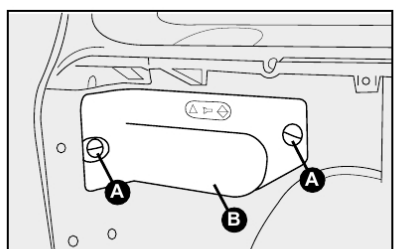

fig. 22
- Para Palio Weekend recolocar a tampa **B-fig. 22** apertando os parafusos.